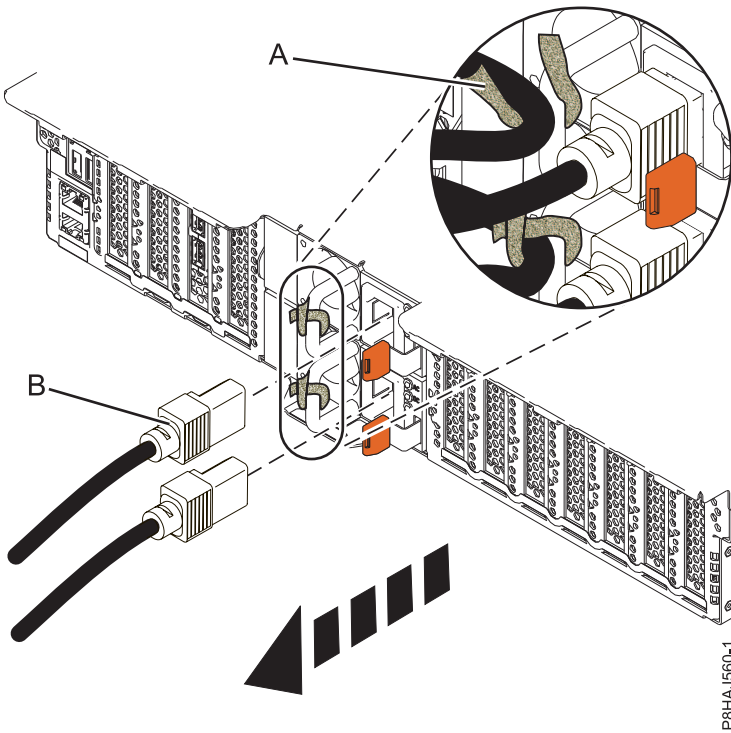
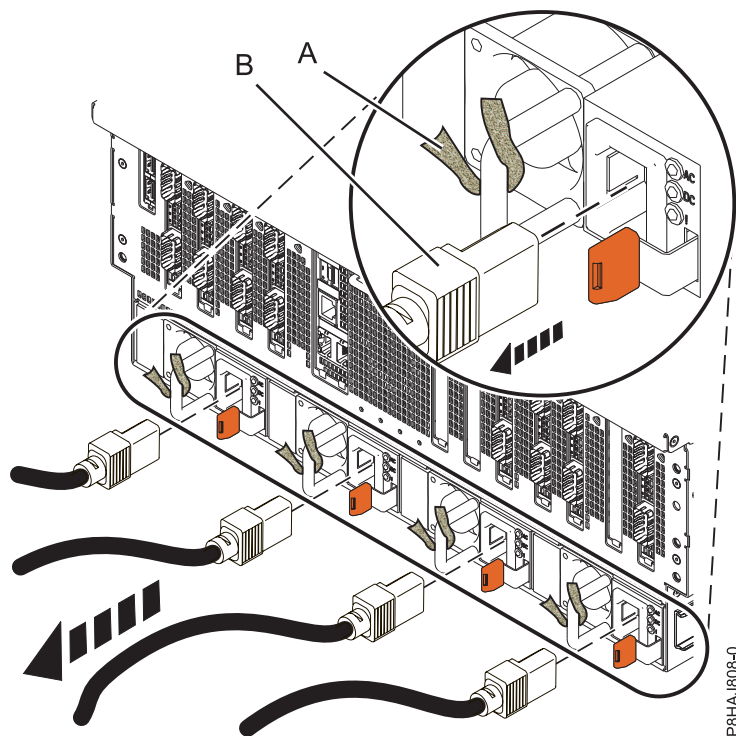

Figure 78. Retrait des cordons d'alimentation d'un système 5148-21L, 5148-22L, 8247-21L, 8247-22L, 8284-21A, ou 8284-22A
Figure 79. Retrait des cordons d'alimentation d'un système 8408-44E ou 8408-E8E
3. Débranchez les cordons d'alimentation (**B**) de l'unité centrale. Voir les figures figure 77, à la page 88, figure 78, à la page 88 ou figure 79, à la page 89 selon le type de votre système.